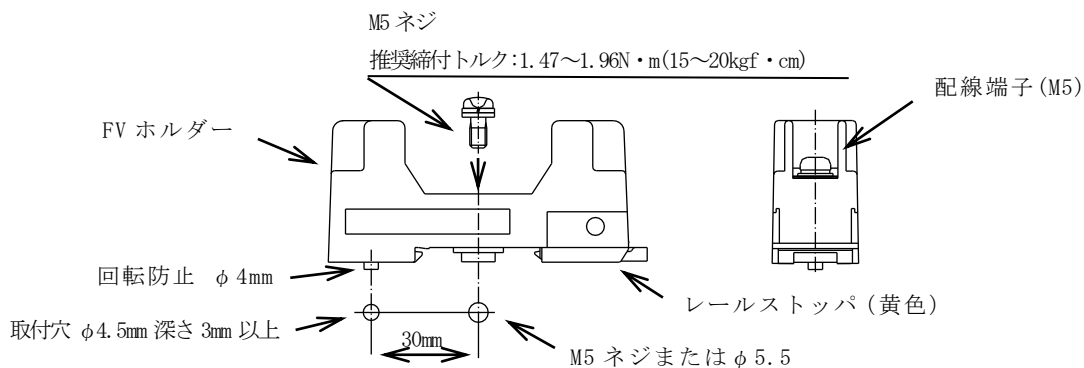

図2 取付け穴加工寸法
- (3) DIN レールを使用せずに直接取付ける場合は、FV ホルダーの中央に取付け穴 ($\phi 5.5$) があり、回転防止用に凸 ($\phi 4$) を設けてありますので、取付けるベースに穴加工を行い M5 ネジにて取付けて下さい。(図 2 参照)
- (4) 保安器本体をFVホルダーにセットするときは、保安器本体が、FVホルダーに対して垂直になるように、ガチッと音がるまで差込んでください。取外すときもFVホルダーに対し、垂直に引抜いてください。
- (5) 配線端子への結線は、M5用の圧着端子（裸圧着端子は絶縁用キャップを使用してください）にて結線してください。{推奨締付トルク：1.47～1.96N・m（15～20kgf・cm）}